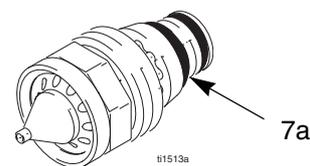

Fig. 8. Joint torique conducteur de la buse
5. S'assurer que le contact métallique (C) à l'intérieur du canon, le contact annulaire de la buse (7a, Fig. 8) et le contact de l'électrode (E) sont bien propres et en bon état.